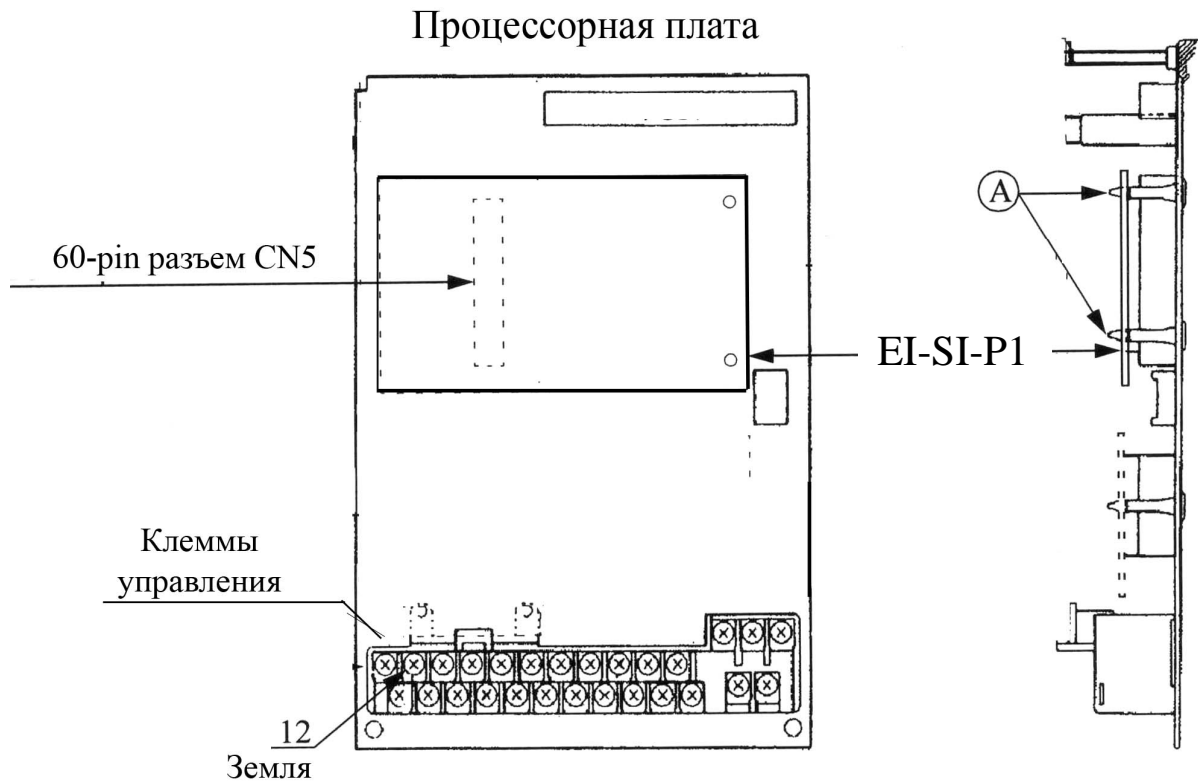

Рис.2. Установка модуля EI-SI-P1
4.4. Установите модуль EI-SI-P1 на процессорную плату ПЧ таким образом, чтобы 60-пиновый разъем модуля EI-SI-P1 соединился с разъемом CN5 процессорной платы, как показано на рис.2. Два пластмассовых фиксатора процессорной платы (зона А на рис.2.) должны войти в соответствующие отверстия модуля EI-SI-P1 и надежно его зафиксировать.